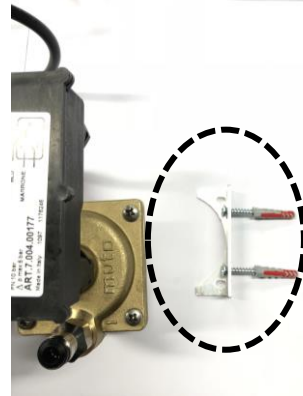

Fig.3 IT- Avvitare le viti (E) alla staffa metallica (D).
Fig.6 – IT - Tagliare in due parti uguali il tubo nero (G) ed inserirli ognuno negli attacchi rapidi precedentemente avvitati al differenziale di pressione (Fig.3) ed agganciare alle estremità gli attacchi rapidi (C) che andranno collegati nella tubazione in ingresso ed in uscita del filtro.
**ATTENZIONE: Il segno “+” stampato in rilievo sul differenziale di pressione indica la corrispondenza dell’ingresso dell’acqua; viceversa, il segno “-“ stampato in rilievo sul differenziale di pressione indica la corrispondenza dell’uscita dell’acqua.** **EN-** Cut into two equal parts the black tube (G). Insert each part into the rapid connections previously screwed to the differential of pressure (Fig.3) and connect the rapid connections (C) to the opposite ends; the rapid connections (C) will be connected to the inlet and the outlet of the filter.
**ATTENTION: The “+” sign stamped on the differential of pressure indicates the side of the water inlet connection; conversely, the “-“ sign indicates the side of the water outlet connection.** **FR -** Couper le tube noir (G) en deux parties égales et les insérer dans les raccords rapides précédemment vissés au différentiel de pression (Fig.3) et accrochez les raccords rapides (C) aux extrémités qui seront connectées à l’entrée et à la sortie du filtre. **ATTENTION: Le signe “+” imprimé en relief sur le différentiel de pression indique la correspondance de l’entrée d’eau; inversement, le signe “-“ imprimé en relief sur le différentiel de pression indique la correspondance de la sortie d’eau.** **ES -** Cortar en dos partes iguales la manguera (G) e insertarlas en las conexiones rápidas anteriormente enroscadas en el presostato (Fig.3) y engancharlas en las extremidades. Las conexiones rápidas van a ir conectadas a la tubería a la entrada y salida del filtro. **ATENCIÓN: la marca “+” impresa en el presostato diferencial indica el lado de entrada del agua; viceversa, la marca “-“ impresa en el presostato diferencial indica el lado de salida del agua.** **DE –** Schneiden Sie den schwarzen Schlauch (G) in zwei gleiche Teile und stecken Sie diese jeweils in die Schnellkupplungen, die zuvor an den Differenzdruckregler geschraubt wurden (Abb.3), und schließen Sie die Schnellkupplungen (C) an den Enden an, die mit den Ein- und Auslassleitungen des Filters verbunden werden. **ACHTUNG: Das eingeprägte “+“-Zeichen auf dem Differenzdruckregler zeigt den Wassereingang an. Umgekehrt zeigt das eingeprägte “-“-Zeichen auf dem Differenzdruckregler den Wasserausgang an.**